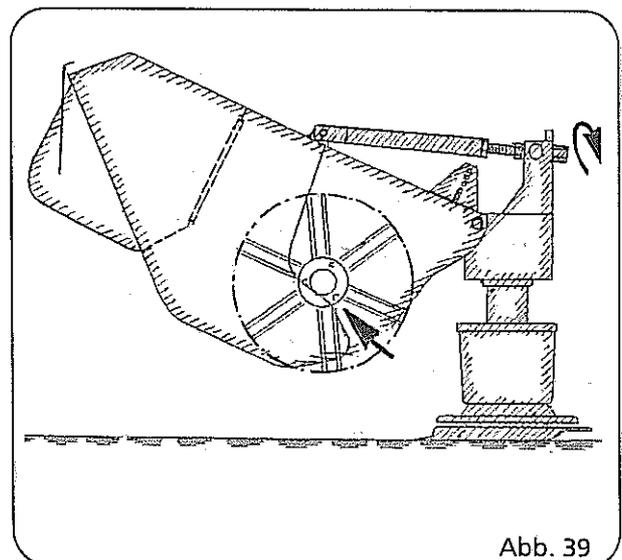

Abb. 39
Drehen der Spindel rechts herum (Abb. 39) = Abstand zwischen Mähscheiben und Knickzetterzinken vergrößern.
- Knickzettergehäuse durch drehen der Spindel (mit Sechskantschlüssel Abb. 39, Pos. S) nach oben schwenken.